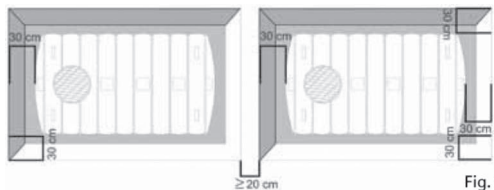

Fig. 6
9. Ce qui a été dit dans le paragraphe ci-dessus est relatif à l'enfouissement d'un seul réservoir. Dans le cas de réservoirs multiples (reliés en série ou en parallèle), réaliser des excavations séparées et à au moins un mètre l'une de l'autre, dans le cas contraire, prévoir un mur portant d'au moins 20 cm (fig. 6).